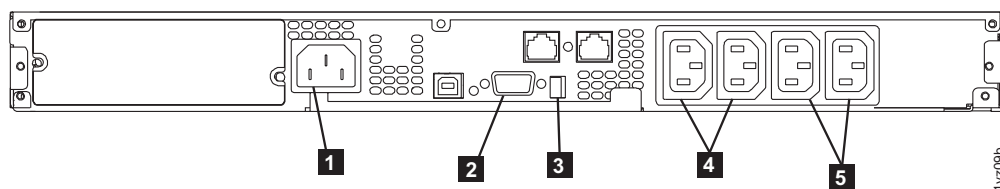

図 23. 2145 UPS 1U 電源ケーブルの取り付け
10. 2145 UPS 1U の背面で、2145 UPS 1U 主電源コネクタを電源ソケット **1** (図 23) に差し込みます。2145 UPS 1U は待機モードであり、インディケータはすべてオフです。